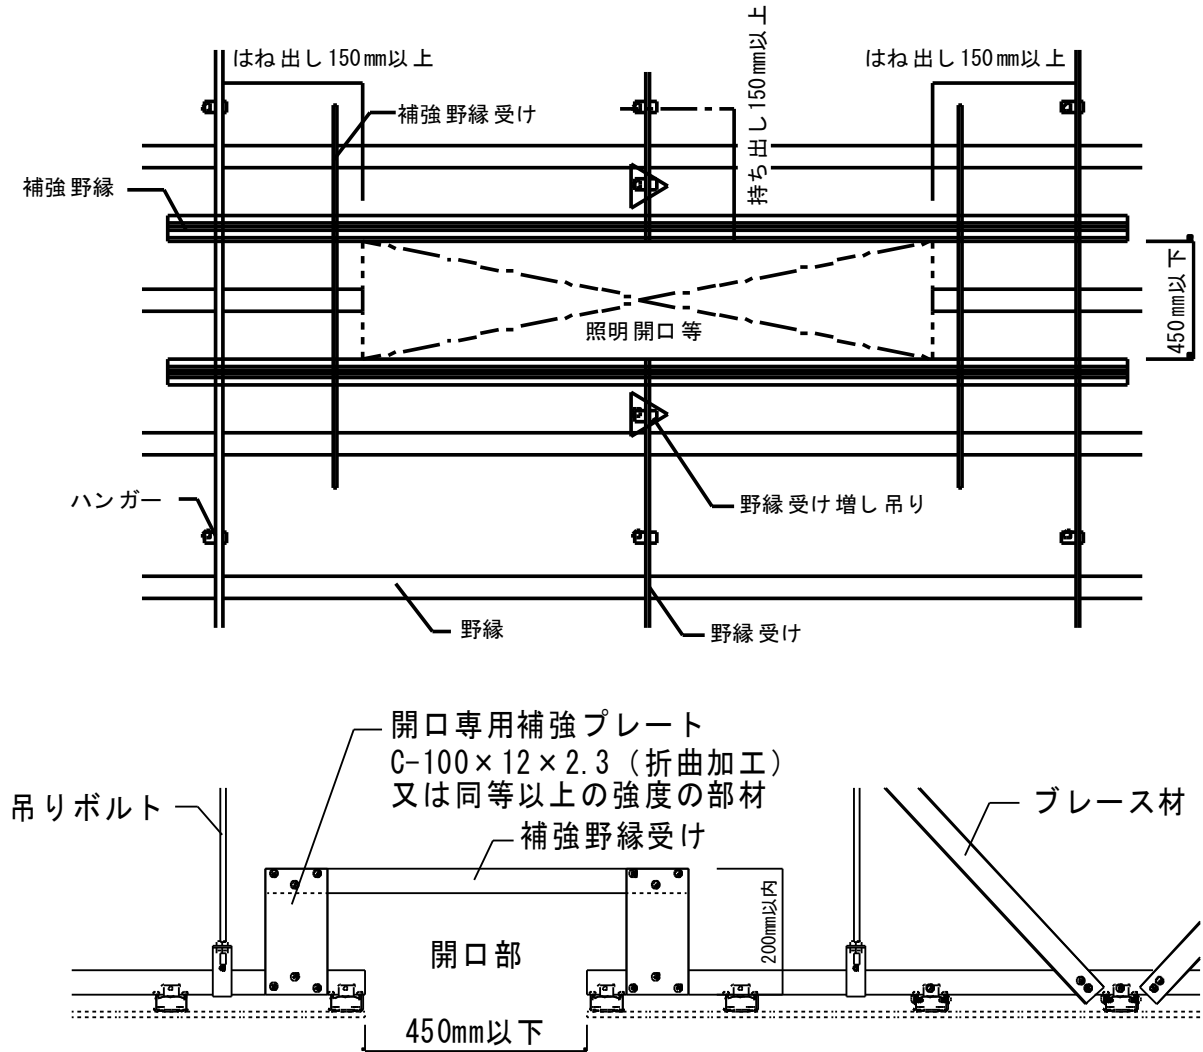

図 2-6-3 (参考例)ブレース材を設置する野縁受けが切断される場合の補強
c) 切断された野縁受けの通りにブレースの設置がある場合 門型補強仕様(図 2-6-3 参照)